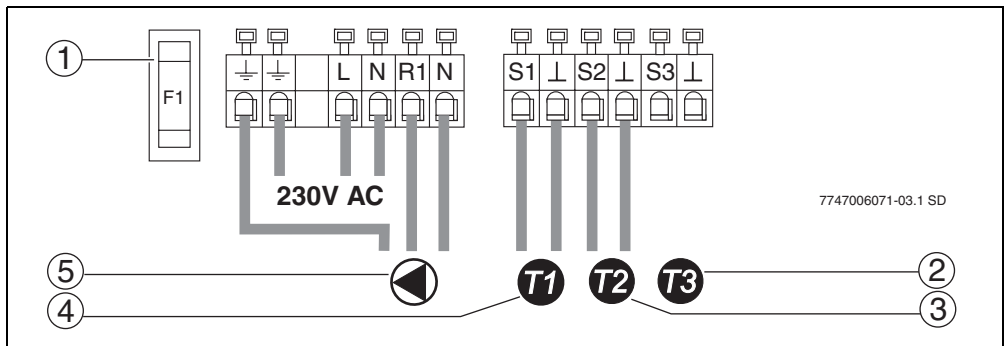

Bild 6 Anschlussplan
- ▶ Leitungen gemäß Anschlussplan (→ Bild 6) anschließen.